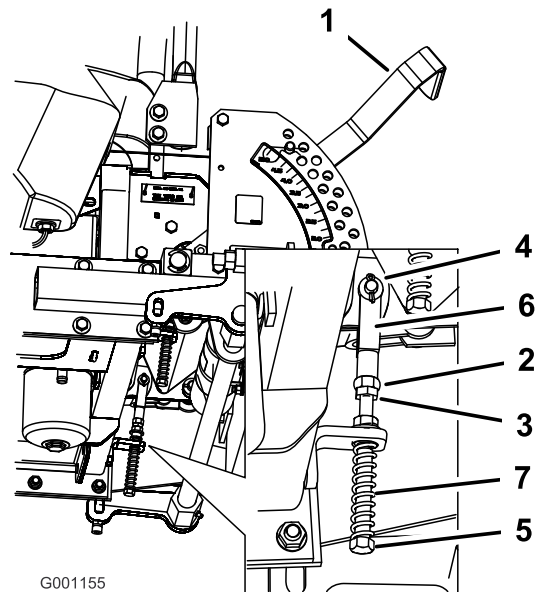

Figure 67
8. Si un réglage s'impose, desserrez l'écrou et l'écrou de blocage vissés contre la chape (Figure 67).
9. Appliquez une légère pression à l'arrière du levier, et tournez la tête du boulon de réglage dans le sens voulu pour centrer le levier à la position de VERROUILLAGE AU POINT MORT (Figure 67).
10. Serrez l'écrou et l'écrou de blocage (Figure 67).